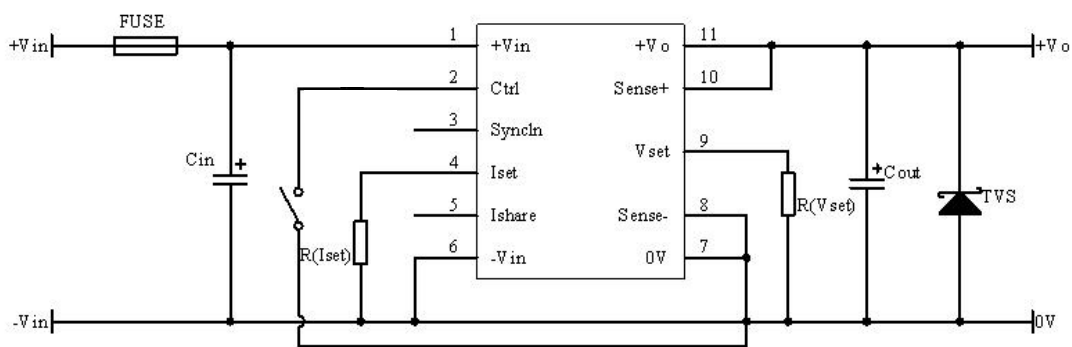

图 12 推荐测试电路
- ①产品测试及应用时，请按照图 12 推荐的测试电路搭建外围；至少保障外接一个电解电容 C_{in} ($\geq 470\mu F$)，用于抑制输入端可能产生的浪涌电压；
- ②如果产品输入端并联瞬变能量较大的电路（如并联电机驱动电路），或会导致产品输入电压被拉低，此时关注产品输入电压的波动，建议适当增大输入端电解电容 C_{in} 的容值，以保障输入端电压稳定，避免输入电压低于欠压保护点导致产品重复启动的情况；
- ③如果产品输出端为感性负载时（如继电器、电机），建议增大输出电容 C_{out} 容值，并增加 TVS 管，用以滤除电压尖峰；
- ④如需进一步减少输入输出纹波，可适当加大外接电容 C_{in} 、 C_{out} 容值或选用串联等效阻抗值小的外接电容；
- ⑤使用 Ctrl 时，可直接与 $-V_{in}(Pin6)$ 短接实现输出使能控制。